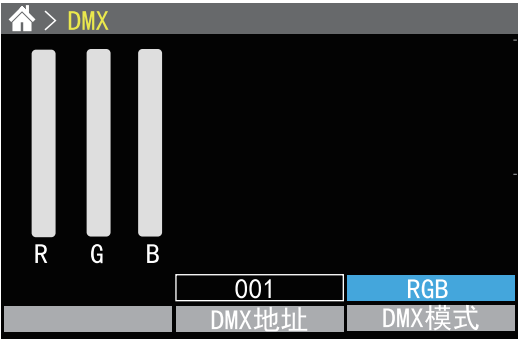

图26 DMX模式
- 1) 在如图26所示界面里进行DMX地址及工作模式的设置;